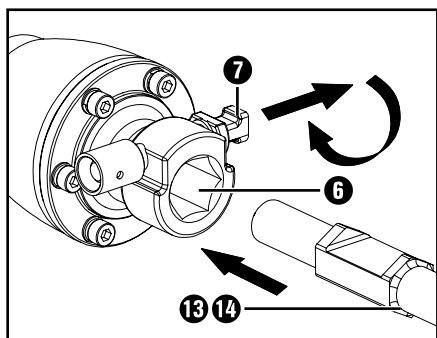

Fig. 2
- ◆ Inserte el cinkel **13/14** con la parte fresada en dirección al perno de bloqueo **7** (consulte la fig. 2).